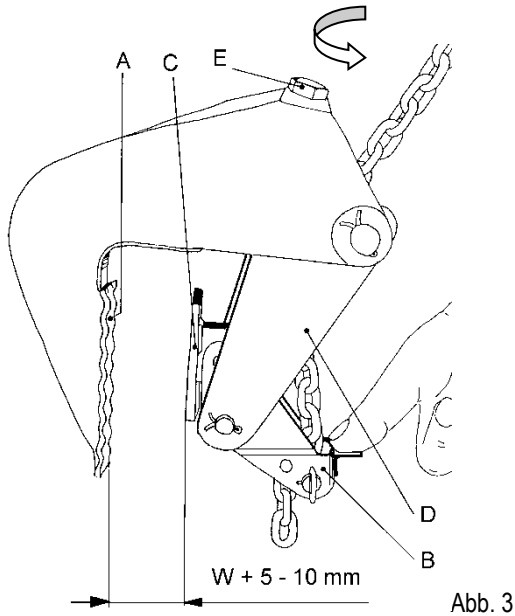
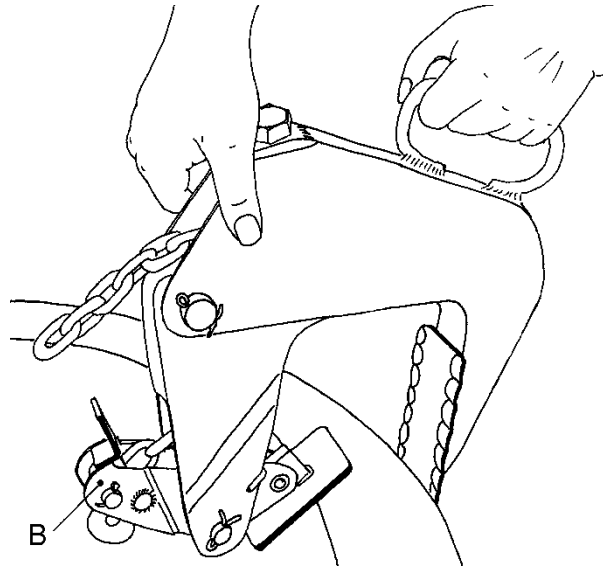

Abb. 3
Abb. 4
Klemme durch Drehen der Verstelle schraube (E) öffnen (Abb. 3). Die maximale Öffnungsweite (siehe Typenschild) nicht überschreiten, da die Mutter der Verstelle schraube nicht gesichert ist; Absturzgefahr! Die Klemmen so auf die Rohrwand stecken, dass sich der Winkelhebel (B) auf der Innenseite befindet (Abb. 4). Winkelhebel (B) gegen die Federkraft bis zum Anschlag nach unten drücken. Verstelle schraube (E) so weit eindrehen, bis die **Öffnungsweite 5-10 mm größer ist als die Wandstärke**. Die Öffnungsweite muss bei allen Klemmen gleich eingestellt sein.